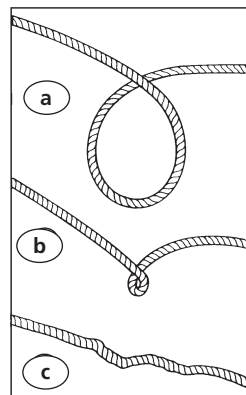

Figura 10
5. PREVENGA TORCEDURAS ANTES DE QUE OCURRAN. (Figura 10).